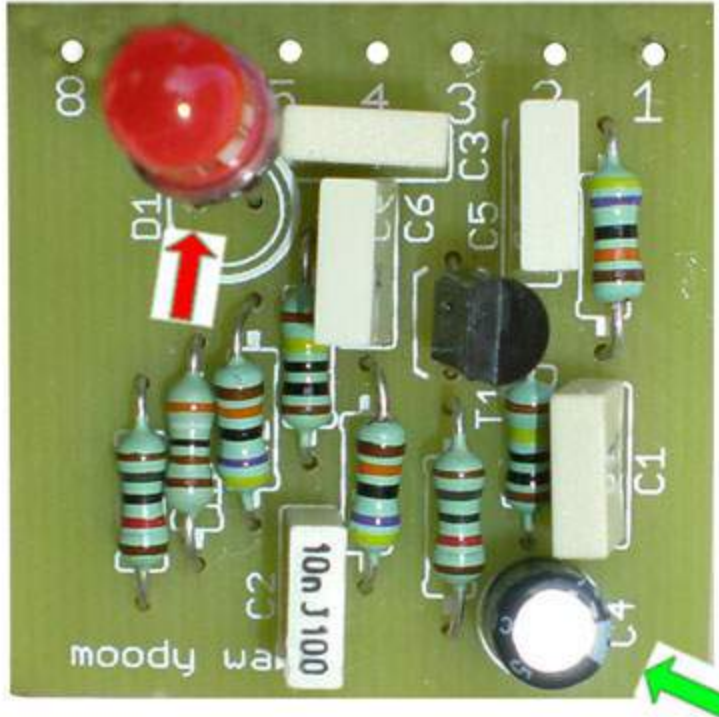
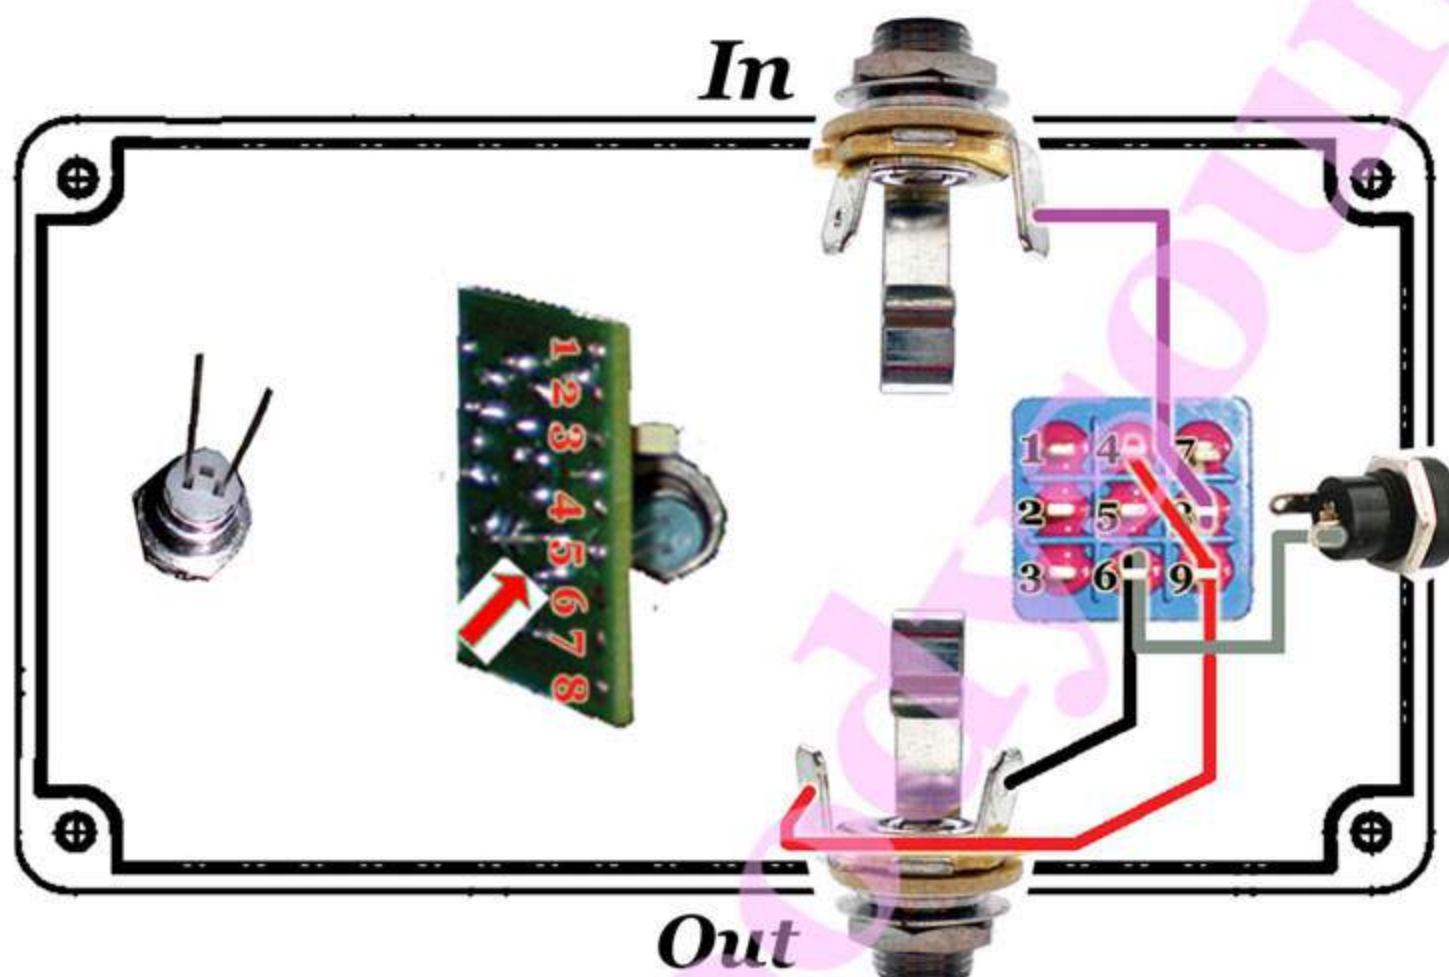
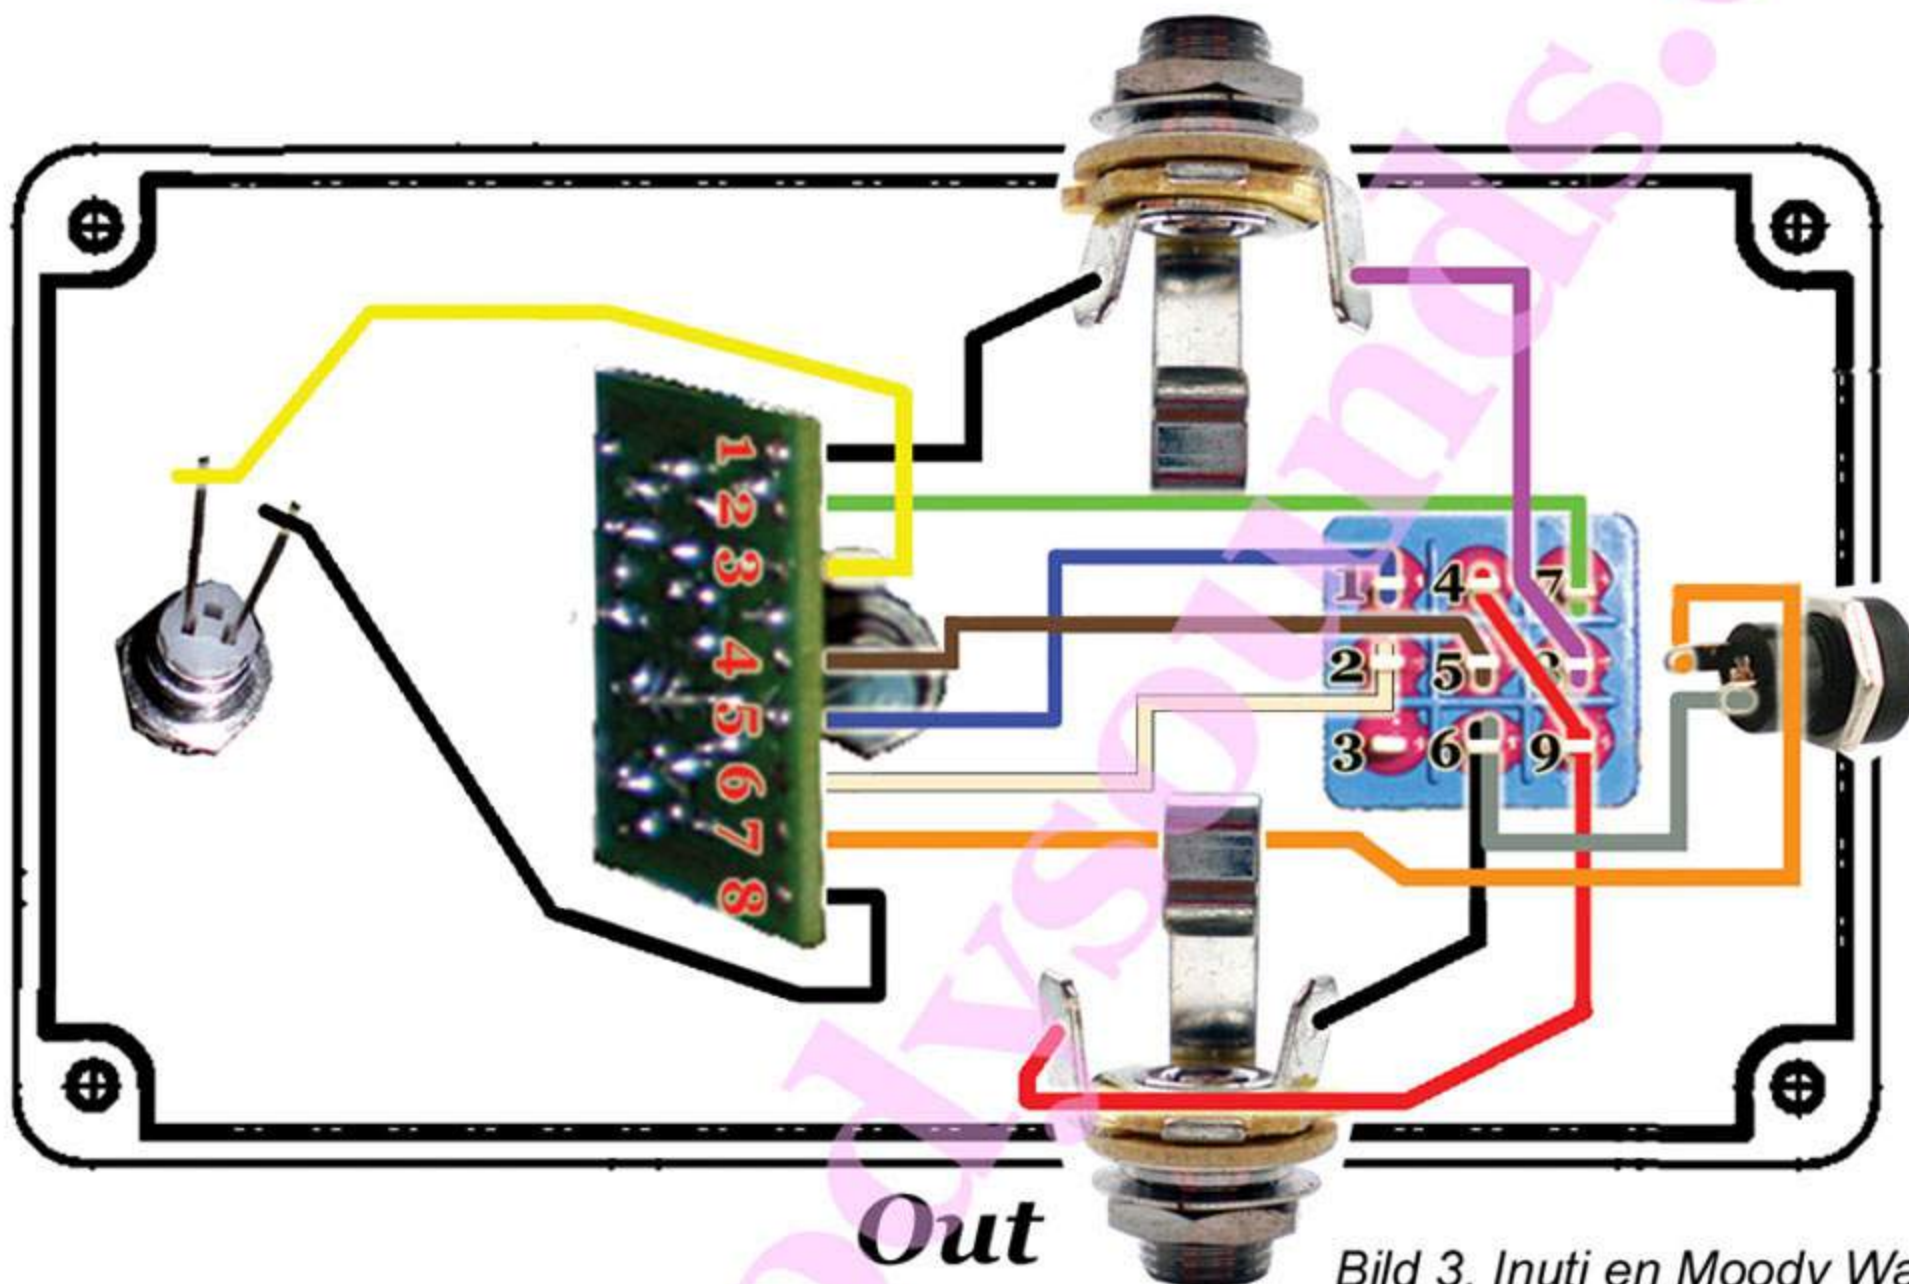

Bild 1. Komponenternas placering.
Bild 2. De första sladdarna ansluts. Observera att fotomkopplarens stift är parallella med boxens långsidor.
Bild 3. Inuti en Moody Wah.
1. Montera och löd fast de åtta **Resistorerna** R1 till R8 enligt bild 1. Se till så att lödtennet flyter ut runt komponentbenen. Lödtenn får **inte** flyta över från en anslutning till en annan såvida inte dessa är direkt förbundna med en (mörkbrun) kopparbana. **Det spelar ingen roll åt vilket håll resistorer är vända!**
2. Montera och löd fast de sex **Kondensatorerna** C1 till C6. C4 är en elektrolytkondensator. Ett av dess ben är markerat med minustecken. "Minusbenets" anslutningspunkt är markerat med en grön pil i bild 1.
3. Nu ska **Transistorn** T1 monteras och lödas fast. Det är viktigt att den är vänd åt rätt håll. Av bild 1 framgår hur den ska vara vänd. Den kan vara känslig för hög temperatur. **Undvik att överhetta den!**
**Fotokopplaren** S1 har 9 stift. Vi numrerar dem 1 till 9. **För att omkopplingen ska bli rätt ska S1 monteras i boxen med stiften parallella med lådans kortsidor**, se bild 2 och bild 3. Det är ok att rotera den 180 grader med avseende på denna riktning (men inte 90 grader).
### De första sladdarna ansluts enligt bild 2
### Kretskortet och "wah-kontrollen" monteras i lådan enligt bild 2
8. Lysdioden D1 sitter i en sockel. Skruva fast sockeln i lådan och stick D1's ben genom hålen märkta D1 på kortet. **Om D1 vänds fel lyser den inte i effektläge!** Screentrycket på kortet visar D1's konturer. Dess kortaste ben ska stickas genom hålet som är närmast tryckets avfasade kant (detta hål visas även med röda pilar i bild 1 och bild 2).
### Sladdar ansluts mellan kortet och övriga pedaldelar enligt bild 3